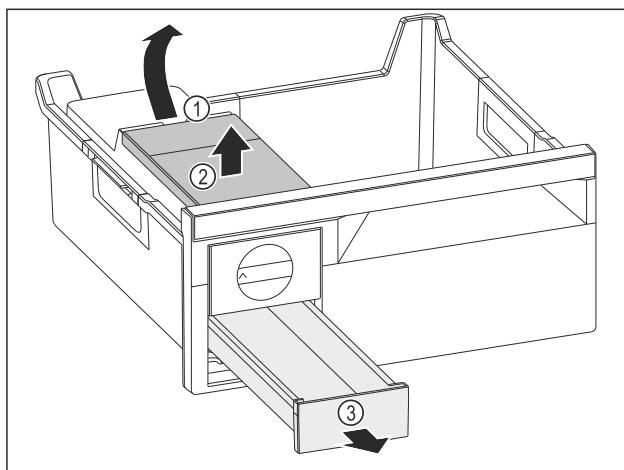

Fig. 110
- Изваждане на резервоара за вода: Повдигнете резервоара за вода при прореза Fig. 110 (1).
- Извадете резервоара за вода Fig. 110 (2) нагоре.
- Извадете чекмеджето за ледени кубчета Fig. 110 (3) напред.